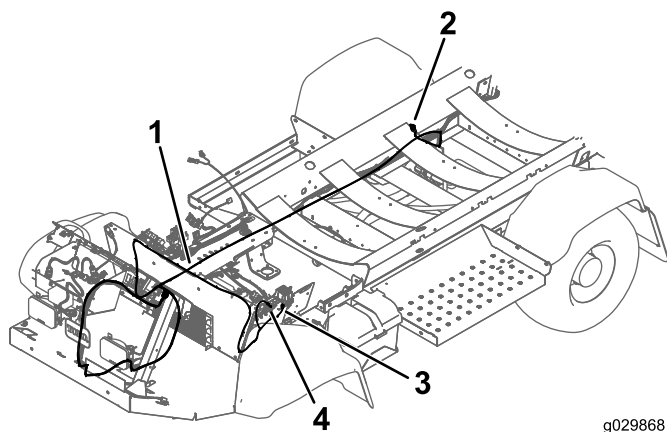

Figure 3
3. Acheminez le long côté du faisceau de l'indicateur de vitesse sur le côté droit de la machine, le long du faisceau principal jusqu'à la roue arrière droite (Figure 3).
7. Acheminez l'autre extrémité du câble jusqu'au porte-fusibles sous le siège gauche (Figure 3).